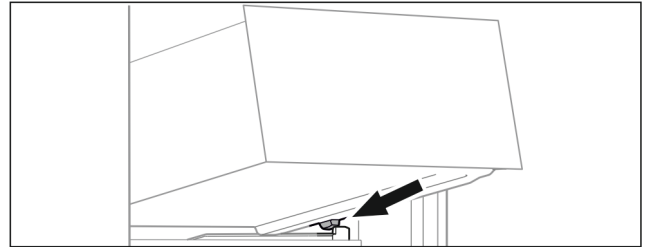

Fig. 58
- ▶ 将抽屉斜放在容器肋梁上的止挡器后面。（参见 Fig. 58）